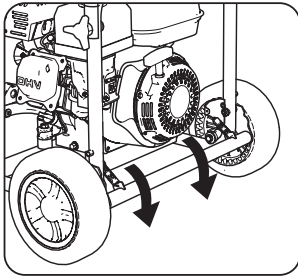

Fig. 7
- Bloquee las ruedas de transporte usando el freno de las ruedas. (Fig. 7)